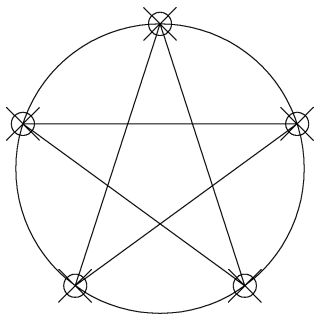

图 3-71 绘制五角星轮廓
4) 使用“直线”命令，指定所绘制的 5 个等分点上分别为端点绘制直线，完成“五角星”轮廓的绘制，结果如图 3-71 所示。